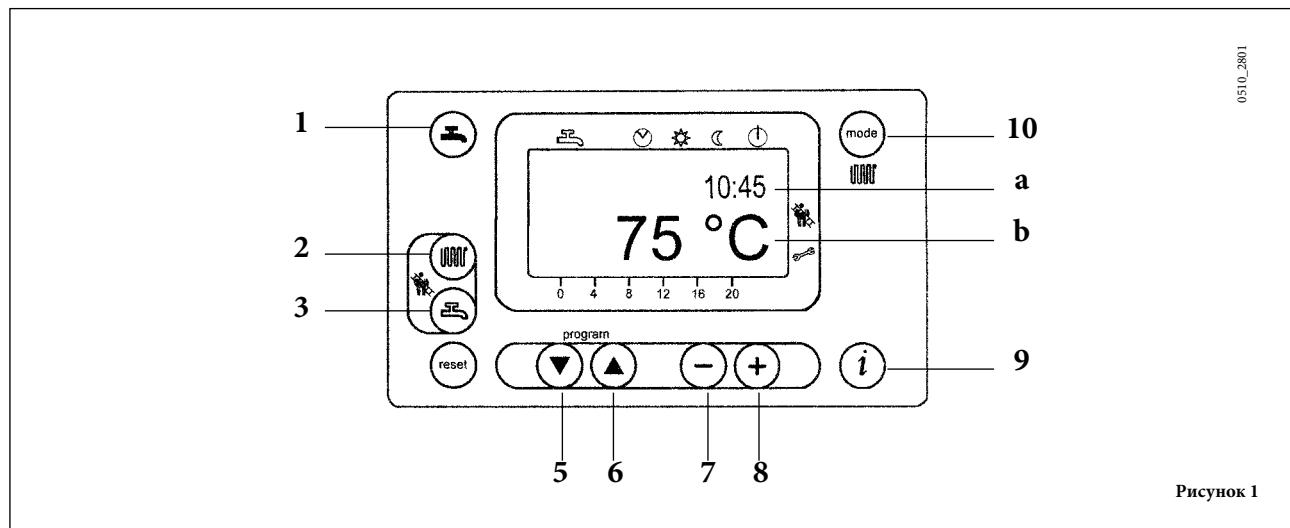

Рисунок 1
- Нажать кнопку (поз. 2 на рис. 1) для регулировки температуры воды системы отопления;
- Нажать одну из этих двух кнопок (поз. 1 или 10 на рис. 1) для записи заданного параметра в память и возврата к главному меню.
ПРИМЕЧАНИЕ. Если к котлу подключен внешний зонд, при помощи кнопки (поз. 2 на рис. 1) можно смещать кривую отопления. Нажать кнопки для уменьшения или увеличения комнатной температуры обогреваемого помещения.
- Нажать кнопку (поз. 3 на рис. 1) для регулировки максимальной температуры хозяйственной воды;
На главный дисплей (см. рис. 1 а) аварийные сигнализации выводятся вместе с символом (см. рис. 4). Для гашения сигнализации нужно нажать кнопку восстановления как минимум две секунды.
На вспомогательном дисплее (см. рис. 1 б) поочередно появляются аварийная сигнализация и время, оба мигающих (см. рис. 4.1). Выведенные на вспомогательный дисплей сигнализации могут быть погашены только после устранения причины, вызвавшей их.